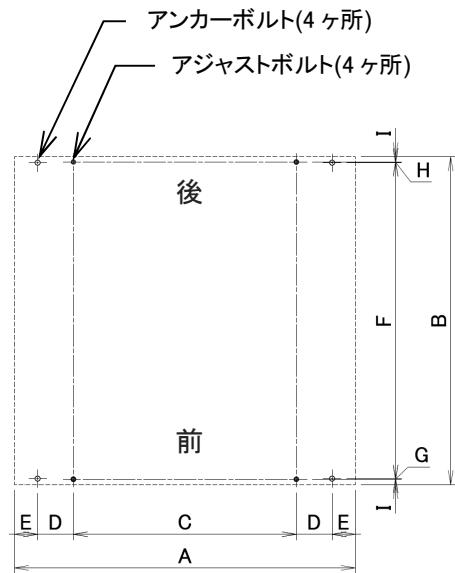

図 4-2
- 機械の据付は、機械自重による床荷重(630kg/m^2)に充分耐えられる所で、かつ、水平な所であれば、特別な基礎工事の必要はなく、簡易基礎にて水平を出し、4 本のアンカーボルトにて固定するだけで充分です。ただし、特に地盤の弱い所は、(図 4-2)を参照の上基礎工事をしてください。また、機械の据付は水平器を用いて、左右は水平にし、機械の前後方向は機械前側が少し上がり気味になるように据付してください。